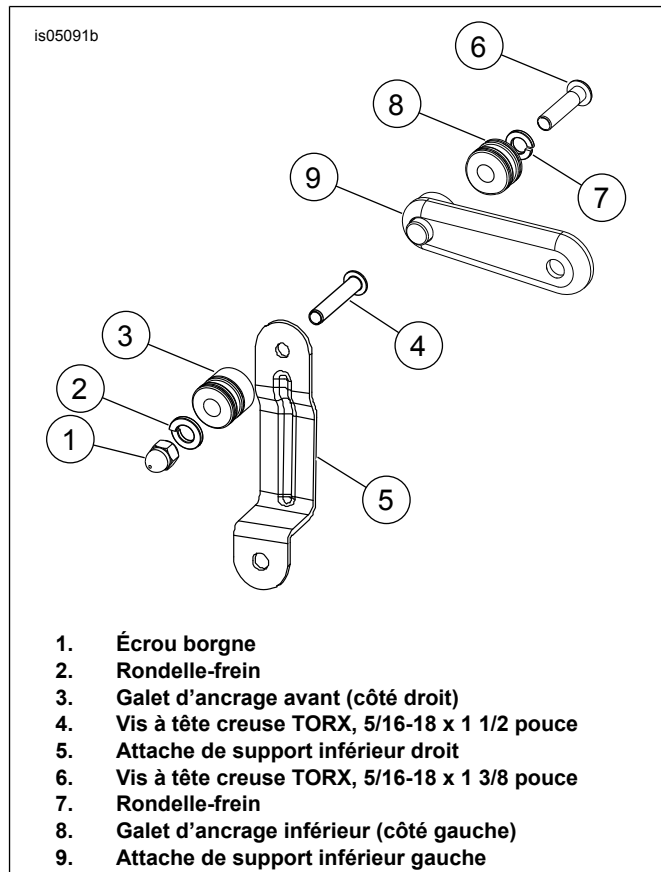

Figure 3. Ensembles de support (année modèle 2008)
1. Voir Figure 3. En utilisant la vis à tête creuse TORX de 1 1/2 pouce (4), empiler les pièces suivantes dans l'ordre indiqué à l'arrière du support inférieur droit (5) : galet d'ancrage (3), rondelle-frein (2) et écrou borgne (1).
1. Voir Figure 3. En utilisant la vis à tête creuse TORX de 1 3/8 pouce (6), empiler les pièces suivantes dans l'ordre indiqué : rondelle-frein (7), galet d'ancrage inférieur (8), et les monter sur le support (9).